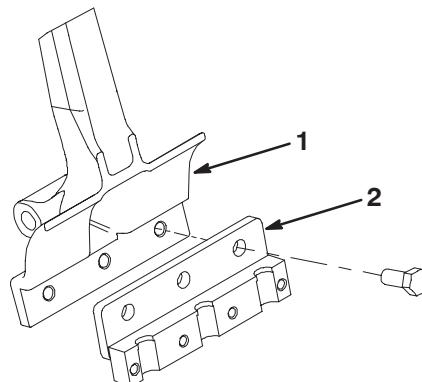

Figure 23
2. Montez un porte-louchet sur chaque bras d'aération (3) avec des vis 1/2 x 1-1/4 pouce (Fig. 23). Serrez les vis à 102 Nm (les vis sont fournies avec les kits porte-louchets).